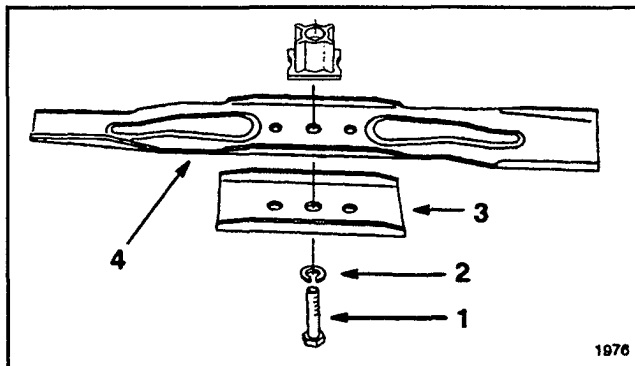

Abbildung 22
5. ENTFERNEN DES MESSERS—Das Endstück des Mähmessers mit einem Lappen oder einem dicken Handschuh anfassen. Entfernen Sie Messerbolzen, Fächerscheibe, Messerverstärker und Messer (Abb. 22).